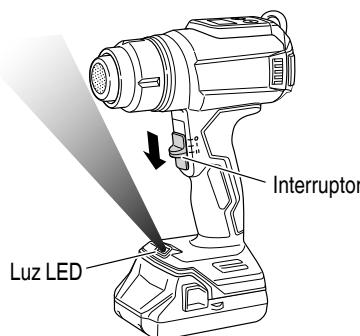

Fig. 11
- 3. Cómo usar la luz LED (Fig. 11)